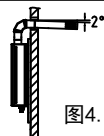

图4.6
- (3) 烟道水平段应尽可能短，且安装时应有向下倾斜 2° 的坡度，以利于冷凝水和雨水的排出。(如图4.6)